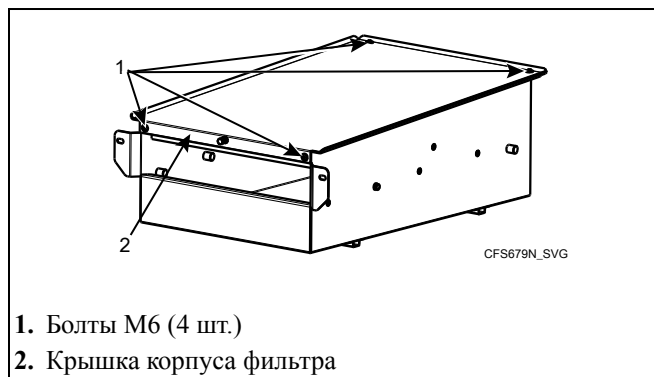

Рис. 51
6. Очистите корпус. См. Рис. 51. Крышка корпуса (2) также снимается с помощью четырех болтов М6 (1).